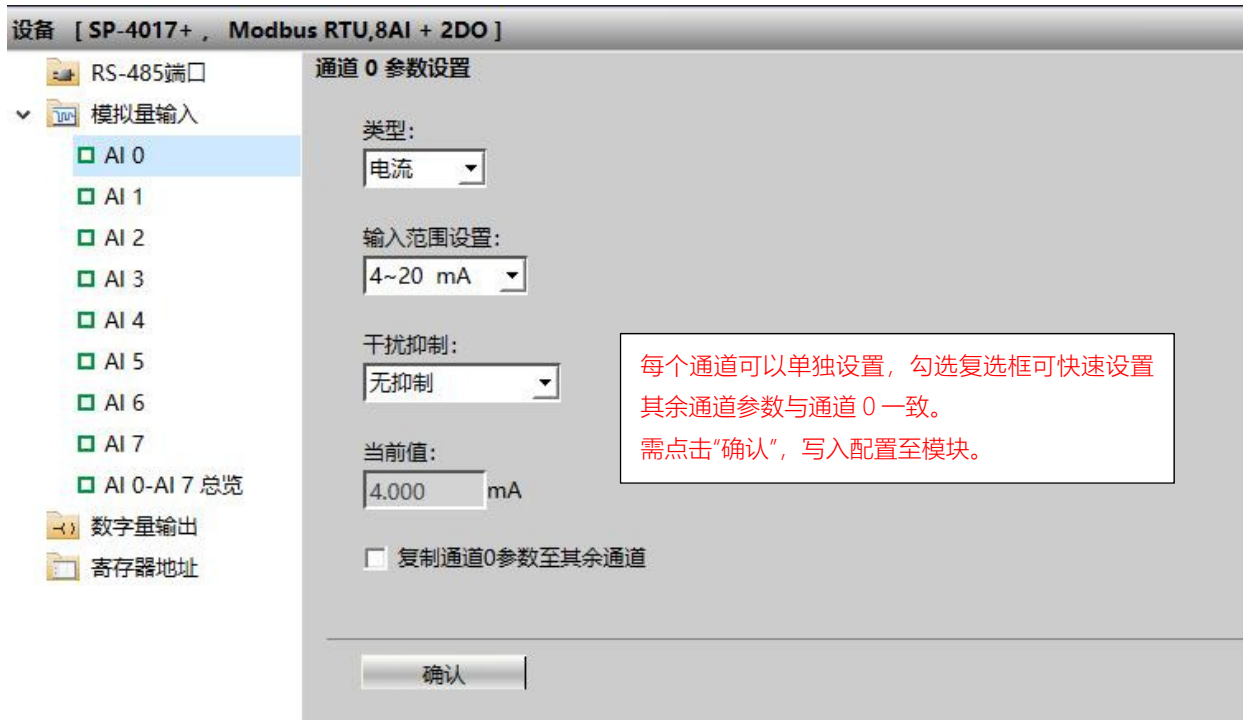

图 6
8、“模拟量输入”选项卡下配置 AI0-AI7 模拟量输入类型、范围等参数，如图 6 所示；